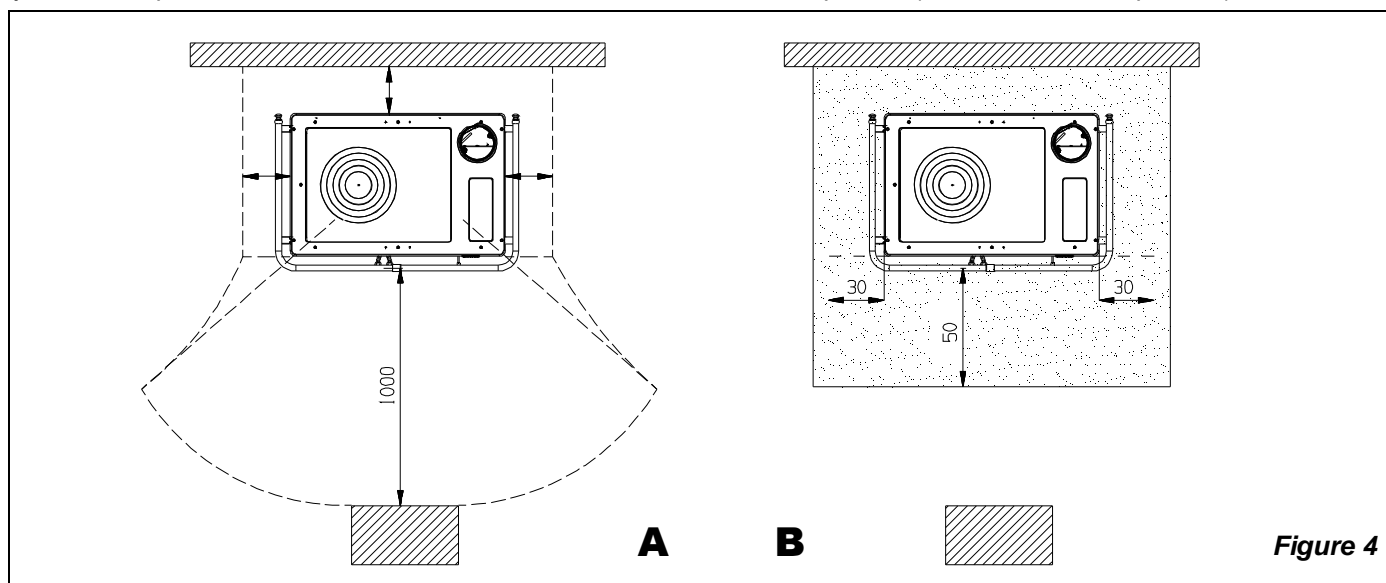

Figure 4
- pour assurer une isolation thermique suffisante, respecter la distance minimale de sécurité entre le poêle et les éléments de construction et objets inflammables et sensibles à la chaleur (meubles, revêtements en bois, tissus, etc.) (voir Figure 4 A). **Toutes les distances minimales de sécurité sont indiquées dans l'étiquette du produit et on il NE FAUT PAS descendre au-dessous des valeurs indiquées.**
- si le produit est installé sur un sol de matériau inflammable, prévoir une base ignifuge. **Les sols composés par matériaux inflammables**, comme moquette, parquet ou liège etc., **doivent être remplacés** par une couche de matériel pas inflammable, par exemple céramique, pierre, vitre ou acier etc.. (dimensions selon les dispositions régionales). Le fond de sol doit dépasser de face d'au moins **50 cm** et latéralement d'au moins **20 cm** l'ouverture de la porte de remplissage (voir Figure 4 B).